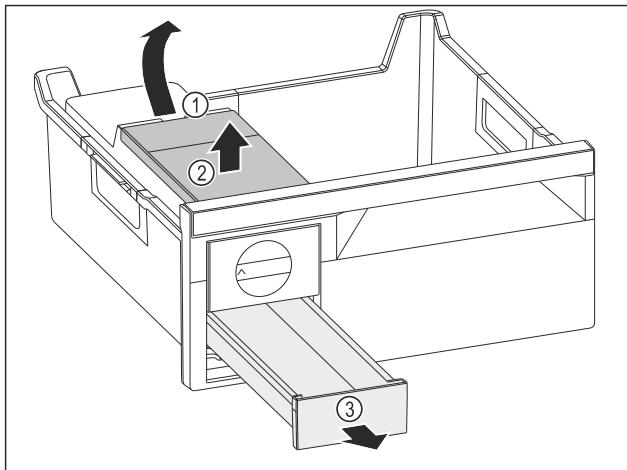

Fig. 86
- Scoaterea rezervorului de apă: Ridicați rezervorul de apă de la degajare Fig. 86 (1).
- Scoateți rezervorul de apă Fig. 86 (2) în sus.
- Scoateți sertarul pentru cuburi de gheăță Fig. 86 (3) spre înainte.